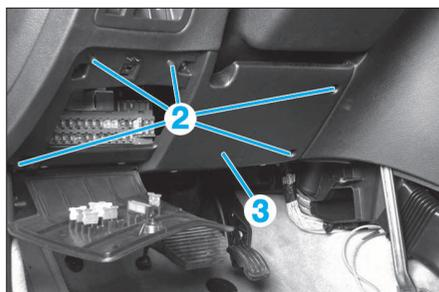
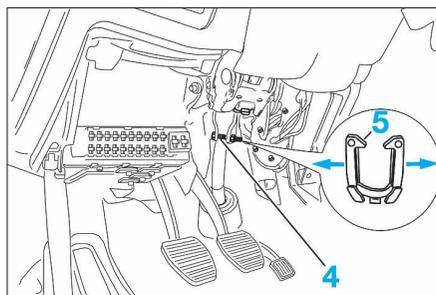

FIG. 3
FIG. 4
- les vis (2) (Fig.3).
- la garniture (3).
- la vis (4) (Fig.4).